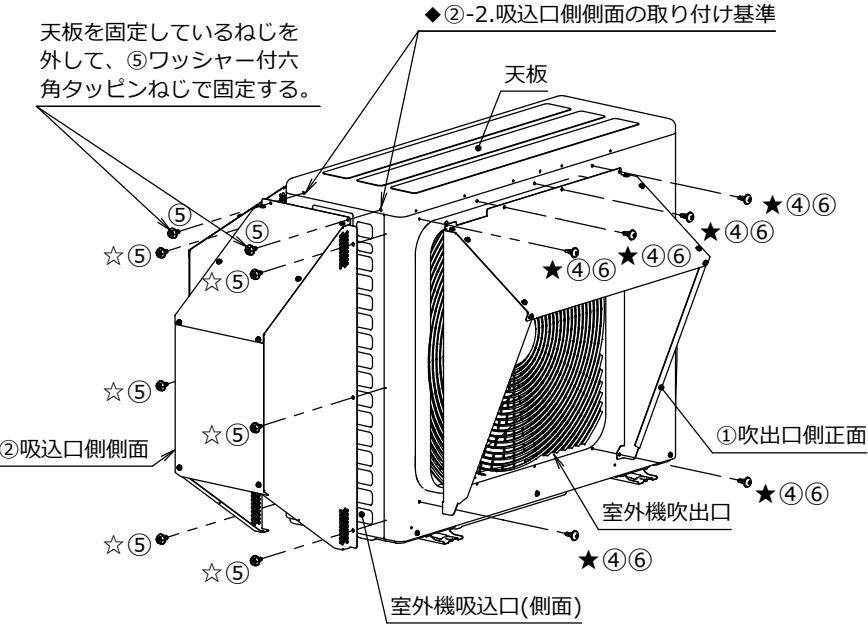

図4
- 電動ドライバーを使用して、④ドリルねじを締め付ける際は穴があいたら、必ず手締めにより1N・m（10kgf・cm）以下のトルクで締め付けてください。
- ⑤六角タッピンねじは、手締めで1N・m（10kgf・cm）以下のトルクで締め付けてください。
①-2.吹出口側正面の取り付け（図4）
- (1) ④ドリルねじに⑥ナイロンワッシャーを挿入し、図4の位置のエンボス部（★6カ所）に固定してください。
②-2.吸込口側側面の取り付け（図4）
- (1) 天板側面の六角タッピンねじを外します。